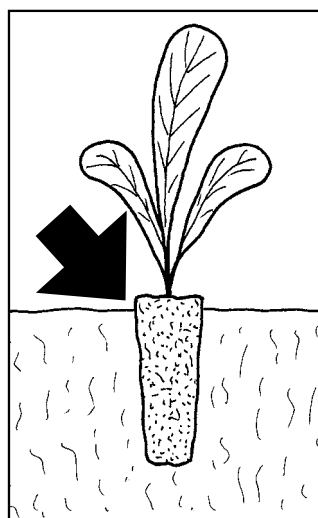

Fig. 1
- Verificare che sul touch (A) venga riportata la distanza desiderata, assicurarsi che siano riportati i dati corretti così come la profondità di trapianto per la pressione di interrimento.
- Introdurre le piantine all'interno dei bicchieri (B).
- Dopo alcuni metri, fermarsi e verificare che la distanza tra le piante e la profondità delle stesse siano quelli desiderati. Nel caso di pianta poco profonda (Fig. 1) o troppo profonda (Fig. 2), agire sulla manopola/leva (C) girandola in senso ORARIO per aumentare la profondità; mentre ruotarla nell'altro senso per diminuire la profondità.
- Check that the desired distance is shown on the touchscreen (A); make sure that the correct data as well as the transplanting depth for the earthing-up pressure are shown.
- Put the seedlings inside the cups (B).
- After a few meters, stop and make sure that the distance among the plants and their depth correspond to the needs. In case the plant is not deep enough (Fig. 1) or too deep (Fig. 2), adjust the depth by means of the knob/lever (C) turning it clockwise to increase the depth; or turning it counter clockwise to decrease the depth.
- Après quelques mètres, s'arrêter et vérifier que la distance entre les plantes et leur profondeur correspondent à celles souhaitées. Dans le cas d'une plante peu profonde **(Fig. 1)** ou trop profonde **(Fig. 2)**, agir sur la poignée/levier **(A)** en la tournant dans le sens HORAIRE pour augmenter la profondeur; tandis qu'il faut la tourner dans le sens inverse pour diminuer la profondeur.
- Después de algunos metros, parar y verificar que la distancia entre las plantas y su profundidad sean las deseadas. En caso de planta poco profunda **(Fig. 1)** o demasiado profunda **(Fig. 2)**, use la pomo/palanca **(A)** girándola en el sentido de las agujas del reloj para aumentar la profundidad y en el otro sentido para disminuirla.